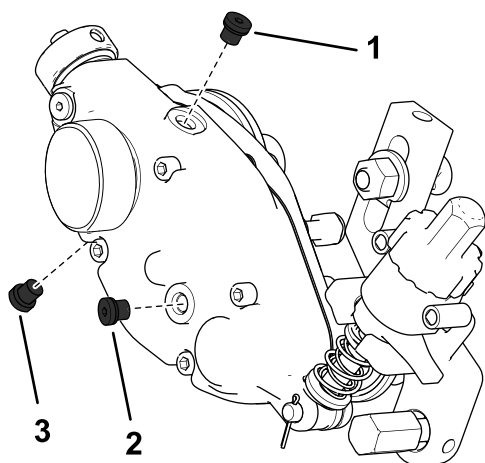

Рисунок 32
2. Снимите пробку сливного отверстия в нижней части корпуса (Рисунок 32).
3. Снимите заливную пробку в боковой части корпуса и ослабьте пробку выпуска воздуха сверху, чтобы обеспечить проход воздуха (Рисунок 32).